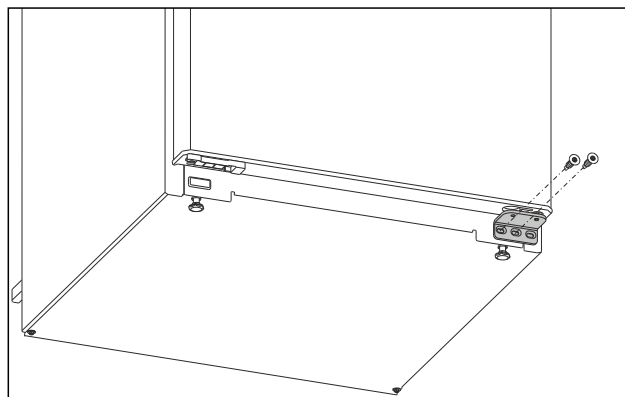

Fig. 4
- ▶ Pomocí šroubováku Torx 20 vyšroubujte prostřední šroub na spodním stojanu ložiska. *Fig. 4 ()*
- ▶ Šroubovákem Torx 20 vyšroubujte vnitřní šroub na spodním stojanu ložiska. *Fig. 4 ()*